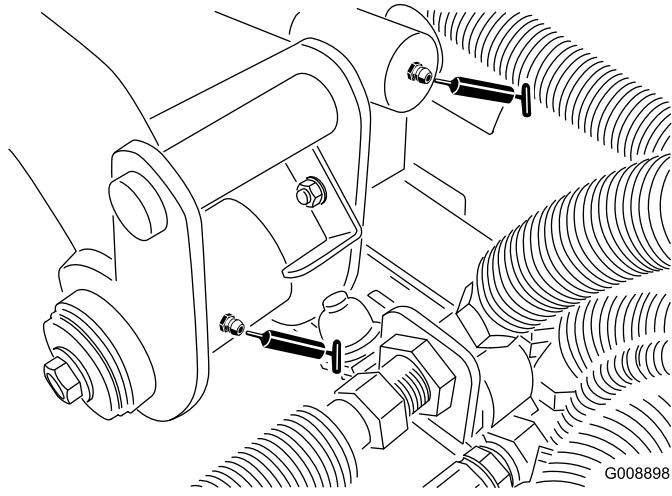

Figura 51
- Perno del braccio di sollevamento posteriore e cilindro di sollevamento (2) (Figura 51)